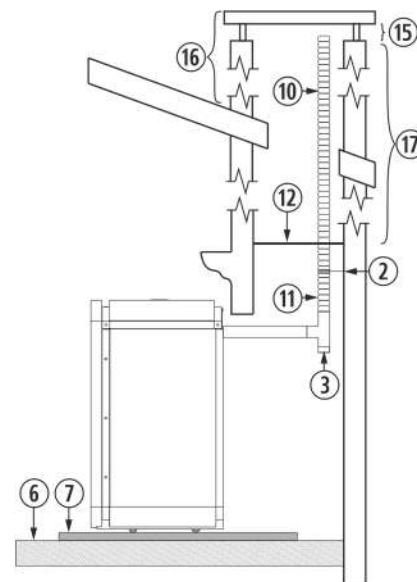

Figura 10
4.28. A instalação de um encastrável numa chaminé de obra pode ser feita em toda a sua totalidade em tubo flexível, tal como indicado na *figura 10*. Devemos ter especial cuidado na hora de realizar o isolamento entre a chaminé e o tubo da saída de gases para evitar possíveis retrocessos de gases em caso de tempestade.
②	Abraçadeira de união de aço inox.
③	Tê de 90° com registro.
⑥	Chão de madeira.
⑦	Protector de chão incombustível.
⑩	Tubo de aço inox flexível.
⑪	União adaptadora de flexível a rígido.
⑫	Isolante anti-retrocesso.
⑮	Mínimo 200mm.
⑯	Deve ultrapassar o teto em 1 metro.
⑰	Superior a 4m, aumentaremos uma medida.